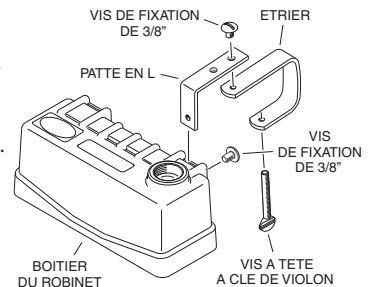

Figure 5
- Insérez les deux pattes en L dans le boîtier du robinet en suivant l'illustration (voir figure 5).